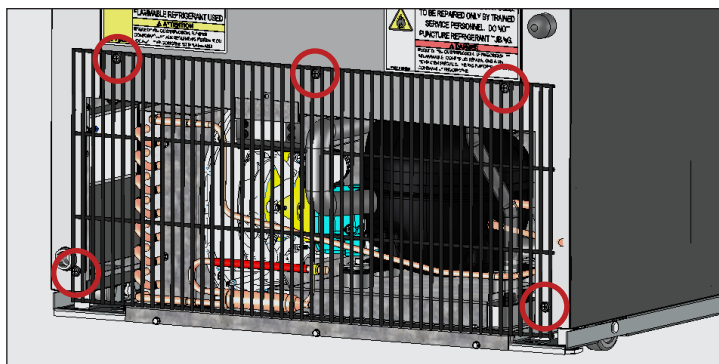

Fig. 1. Emplacements des vis de la grille arrière CVM-11/13.
2. Retirez la grille arrière. Voir fig. 1 et 2.